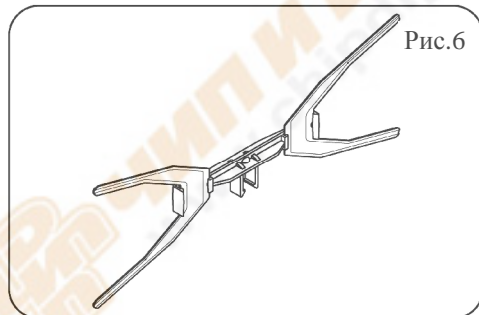

Рис.6
5.8. Вставить по два пластинчатых директора в каждый пластмассовый кронштейн, как показано на рис.6.